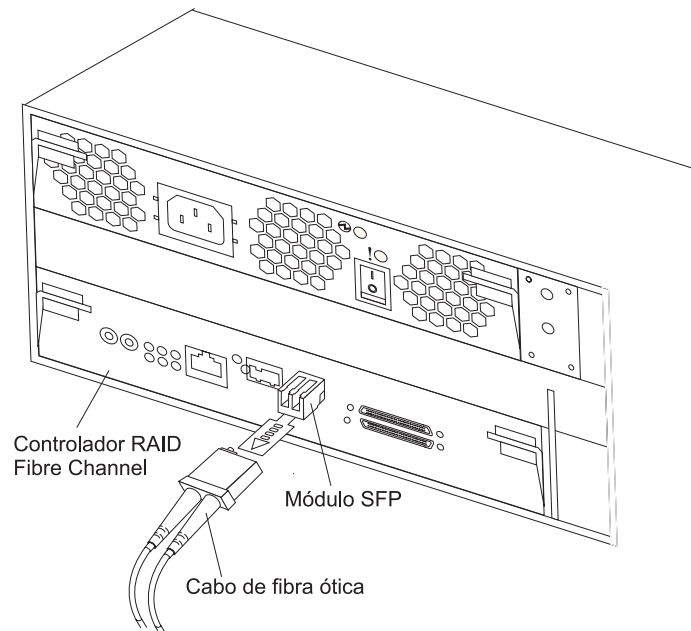

Figura 22. Conectando um Cabo de Fibra Ótica ao Módulo SFP Instalado
3. Conecte o cabo de fibra óptica ao módulo SFP instalado, conforme mostrado na Figura 22.